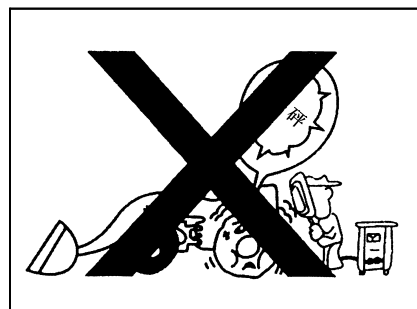

Рис.2–16
- При работе по электросварке около шины, должно обратить особое внимание ввиду возможности взрыва шины. (Рис.2–16)